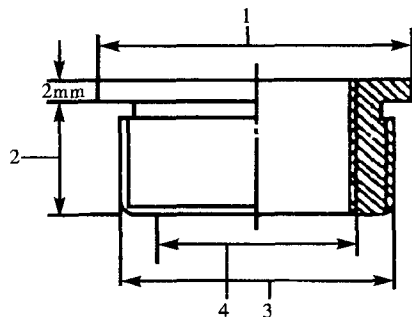

图1-2 火花塞螺纹孔镶套
(1) 火花塞螺纹孔的修理：火花塞螺纹孔的损坏，通常是由于安装火花塞时用力过猛，或过于频繁拆装，或旋入时未对准丝扣而强行旋入引起的，可采用镶套方法进行修复。其方法是：在原来的火花塞螺纹孔改制直径大一些的螺纹孔，镶制一个有内外螺纹的铜套（钢套），内螺纹制成与原来规格火花塞螺纹相配（图1-2），不必改用其他规格的火花塞；然后找一个火花塞，在火花塞的螺纹部分涂抹润滑脂，拧入制好的螺纹套中，并在螺纹套外螺纹表面涂抹少许铅油；最后将螺纹套拧入汽缸盖螺纹孔中并拧紧，退出火花塞，在螺纹套下端用冲子冲大，以防止松动。